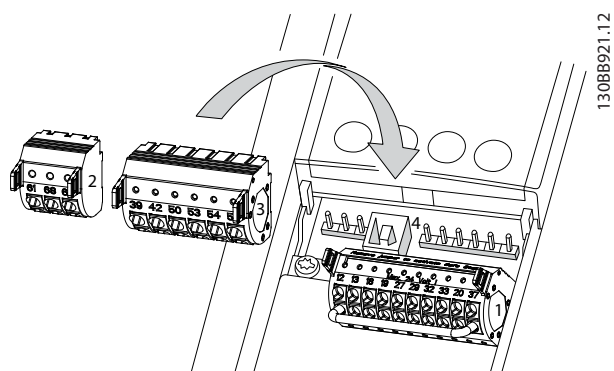
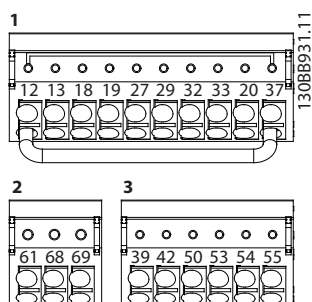

Рисунок 4.8 Расположение клемм управления
Рисунок 4.9 Номера клемм
- Если преобразователь частоты подключен к термистору, провода цепи управления данного термистора должны быть экранированы и иметь усиленную/двойную изоляцию. Рекомендуется напряжение питания 24 В пост. тока. См. *Рисунок 4.8*.
На Рисунок 4.8 и Рисунок 4.9 показаны съемные разъемы преобразователя частоты. Функции клемм и настройки по умолчанию приведены в *Таблица 4.2*.